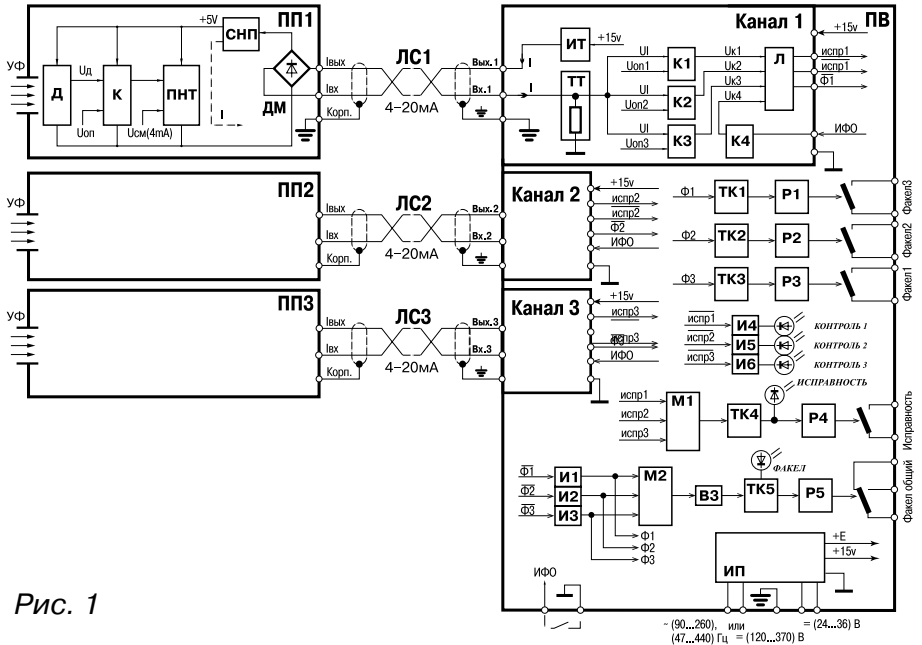

Рис. 1
3.1. Функциональная схема сигнализатора приведена на рис. 1.